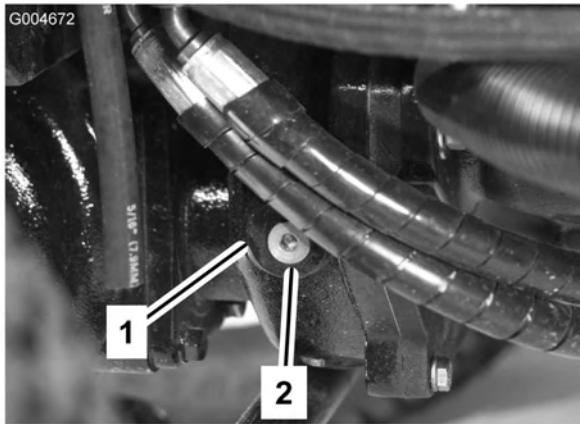

Figura 13
- Retire o tampão de verificação/enchimento que se encontra na zona esquerda da caixa de engrenagens (Figura 13) e certifique-se de que existe lubrificante até ao fundo do orifício. Se o nível estiver baixo, junte lubrificante suficiente para o nível subir até ao fundo do orifício.